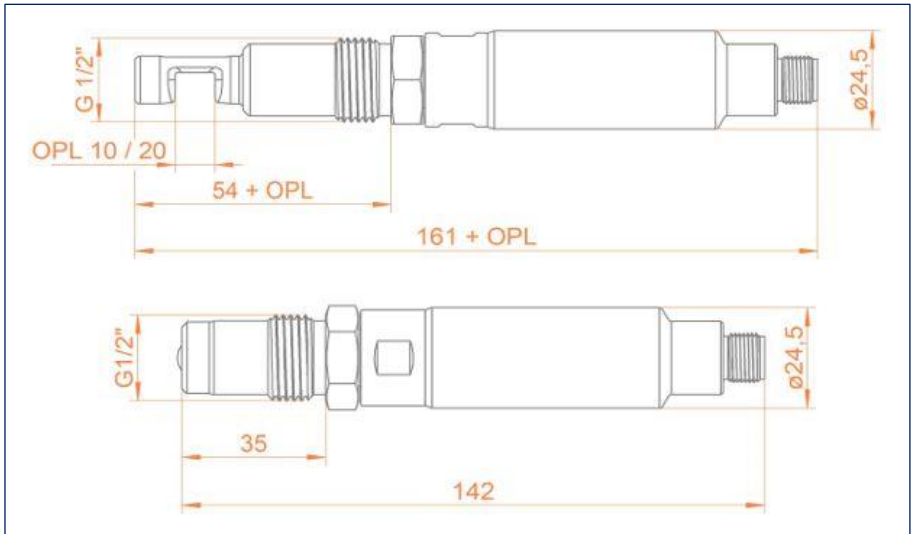

Abb. 1: Abmessungen Sensoren EXplore 131 (oben) und EXplore 171 (unten)
2. Stutzen mit 4 gleichmäßig verteilten Punkten anheften (Abb. 1, unten)